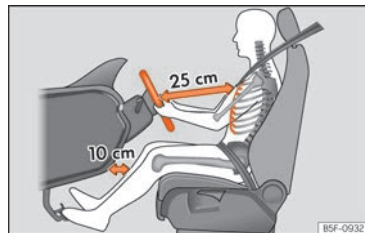

Fig. 17 La separació correcta entre el conductor i el volant ha de ser de 25 cm com a mínim [10 polzades].
- Ajusteu el volant de manera que quedi a una distància, d'almenys, 25 cm (10 polzades) de l'estern »» fig. 17 i el pugueu subjectar amb les dues mans pels costats, per la part exterior, amb els braços lleugerament flexionats.